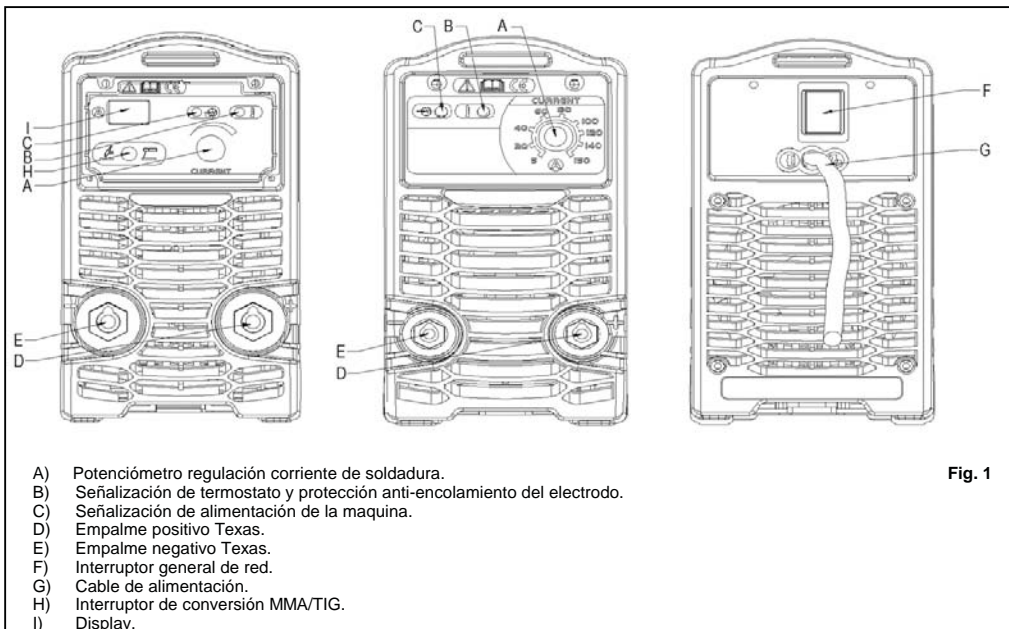

Fig. 1
El led B (fig. 1) señala esta operación: en ese caso hay que esperar algunos minutos antes de rearmar el aparato.
- Cerciorarse que el interruptor F fig. 1 se encuentre en la posición O o que el enchufe del cable de alimentación no esté conectado con el arranque de alimentación, por lo tanto, hay que adaptar los cables para soldar respetando la polaridad exigida por el fabricante de los electrodos que se usarán.
- Encender la máquina mediante el interruptor F fig. 1.